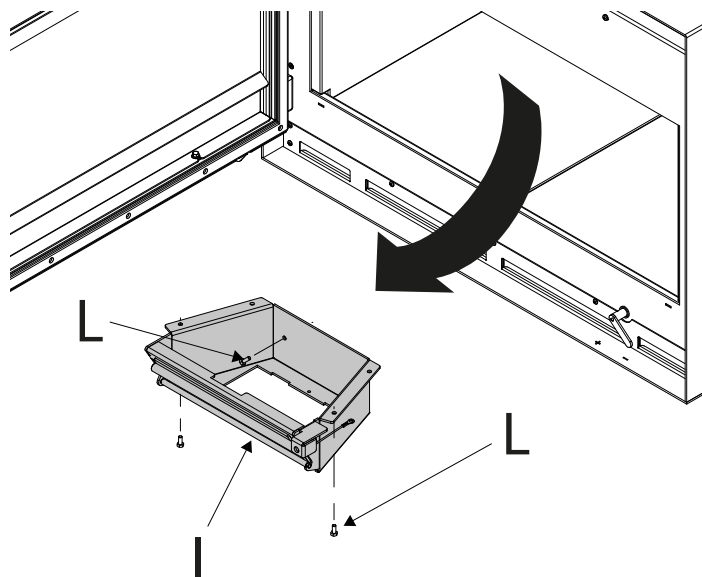

Fig. 9.2.4
- Rimuovere la scatola fumi I agendo sulle quattro viti (due anteriori e due posteriori) L (Fig. 9.2.4)